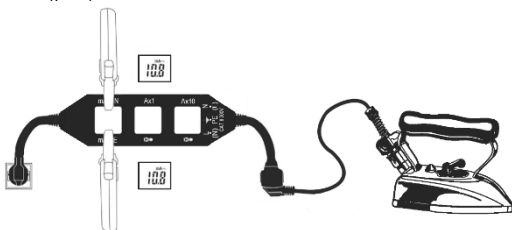

Imagen 3
4. Lea el valor directo de la corriente de fuga (conductor PE) en el aro mA-PE o el valor indirecto/valor diferencial de la corriente de fuga (conductor L-N) en el aro mA-L-N (véase imagen 3).